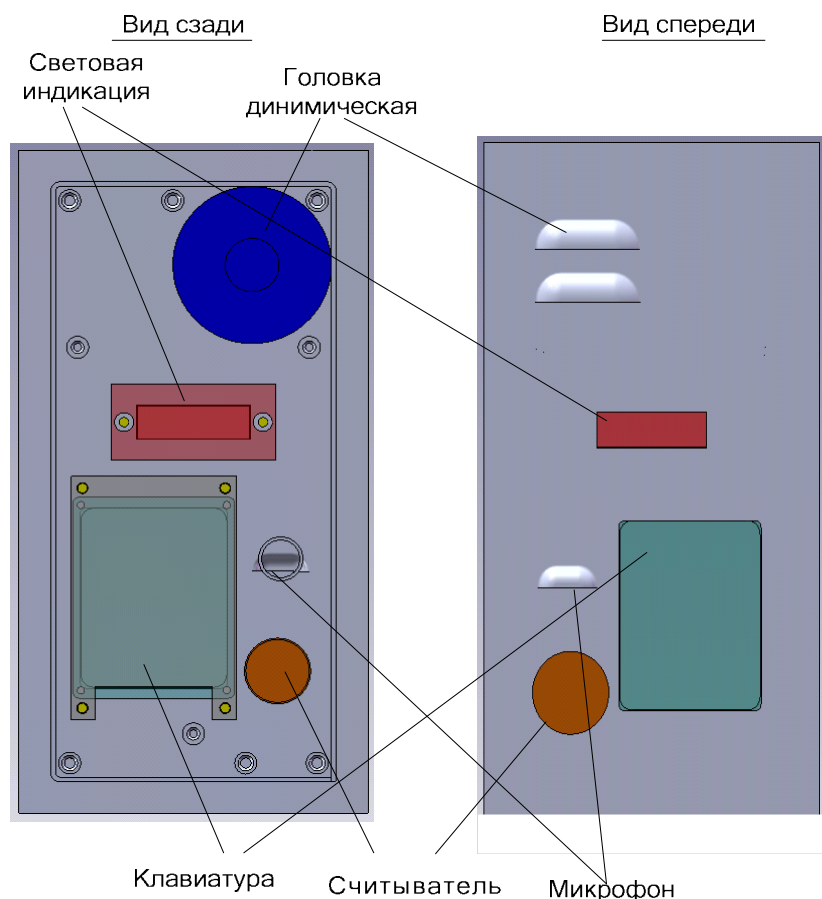

Рисунок 5.2
5.2.1 ВУ представляет собой корпус с крышкой из листовой стали толщиной 1,5 мм, в который установлены плата с панелью индикации, клавиатура, микрофон, головка динамическая, считыватель (см. рисунок 5.2).